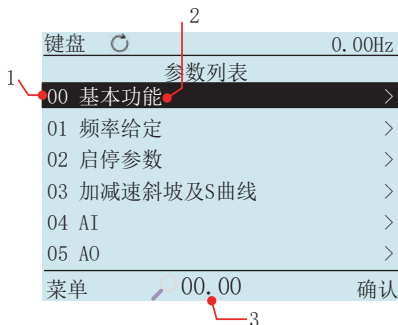

图 3.1 参数列表界面
- 3、功能码组名称的背景显示黑色，表示该功能码组处于选中状态，通过 、 键可以选择功能码组，如：当想编辑功能码 P00.04。选中 00 组功能码如图 3.1，按  进入到“功能码选择”界面。